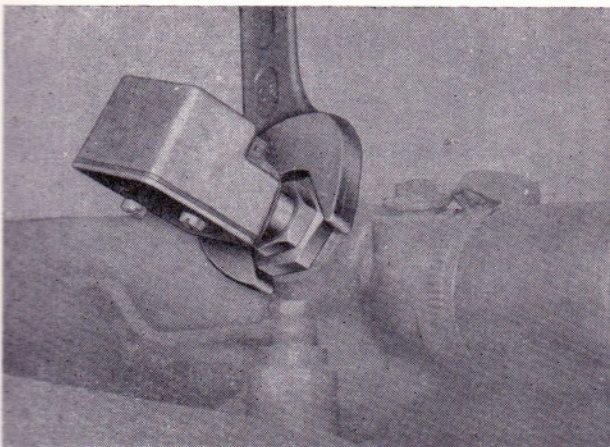

Bild 35
- Temperaturegeber mit Einsatz aus der Kühlmittelrückflußleitung herausschrauben (Bild 35).